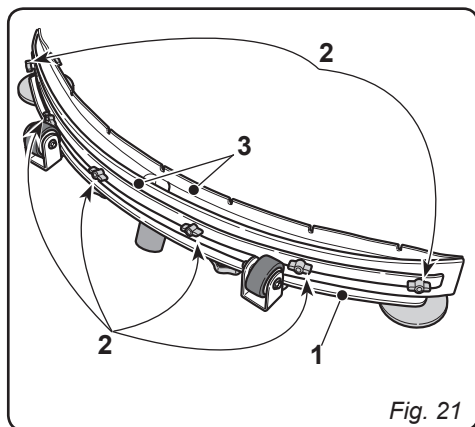

Fig. 21
10.1.f - Sostituzione gomme tergitorre (Fig. 21)